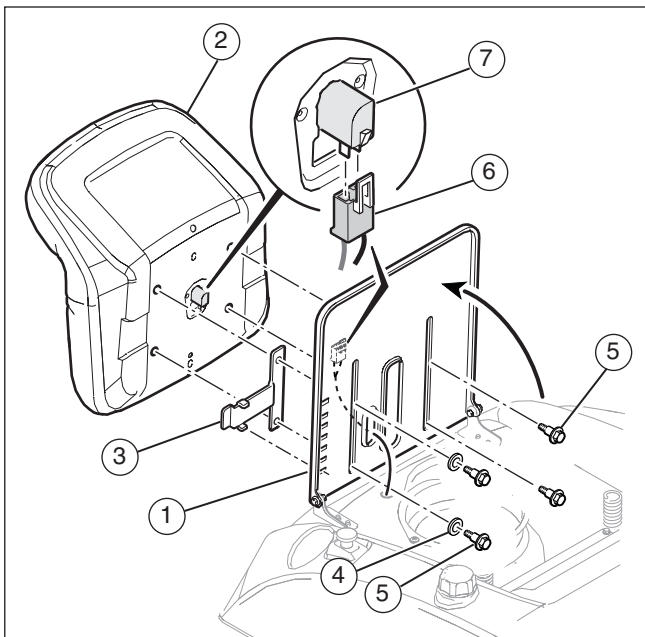

Figure 1
2. Relever le support de siège (1) (voir la **Figure 1**).
3. Aligner les trous du siège (2) sur les fentes dans le support de siège.
4. Installer le siège (2) sur le support de siège (1) et le levier de réglage (3) avec les rondelles (4) et les boulons (5).
1. Relever le support de siège (voir la Figure 1).